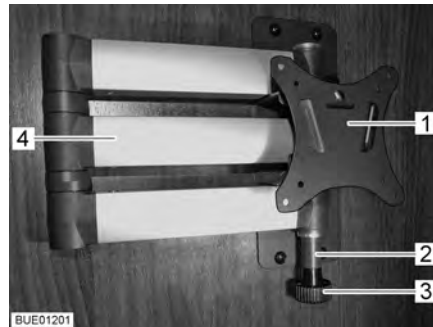

Fig. 62 Support à bras articulé
- Tirer sur le bouton de déverrouillage (Fig. 62,3). Le bras articulé (Fig. 62,4) est déverrouillé.
- Faire retourner l'écran plat dans sa position initiale jusqu'à ce que le support (Fig. 62,1) s'enclenche dans le verrouillage (Fig. 62,2).